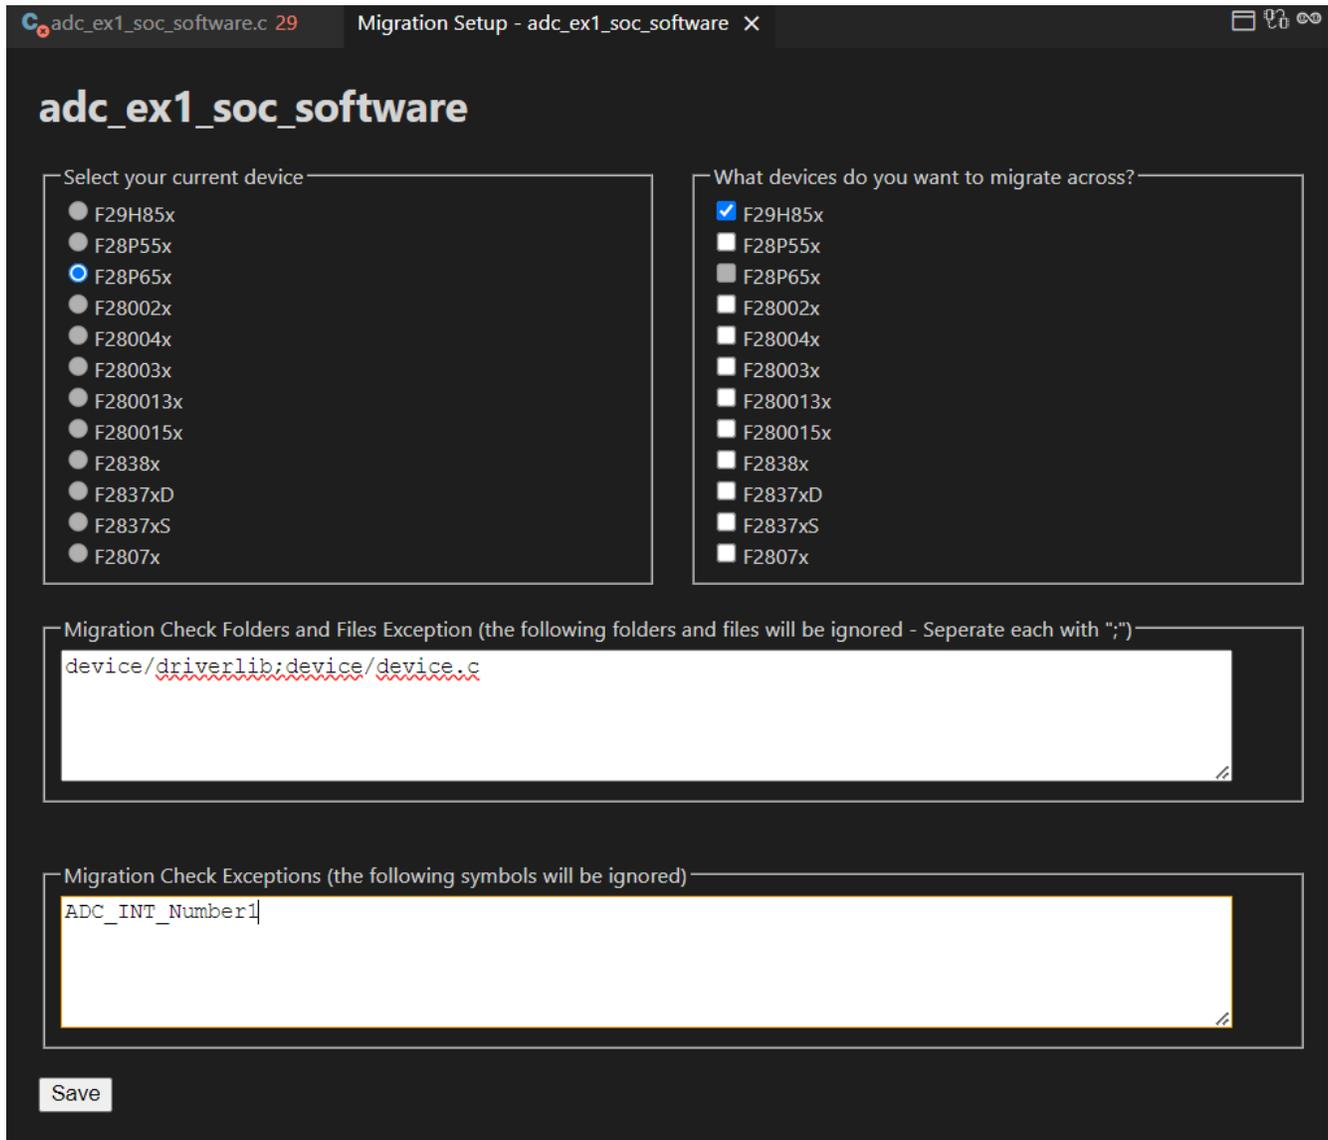

图 3-3. “迁移设置设定” 页面
- b. 单击 **C2000 IDEA - 项目**窗格中检测到的项目下的迁移器件旁边的图标，如图 3-3 所示。